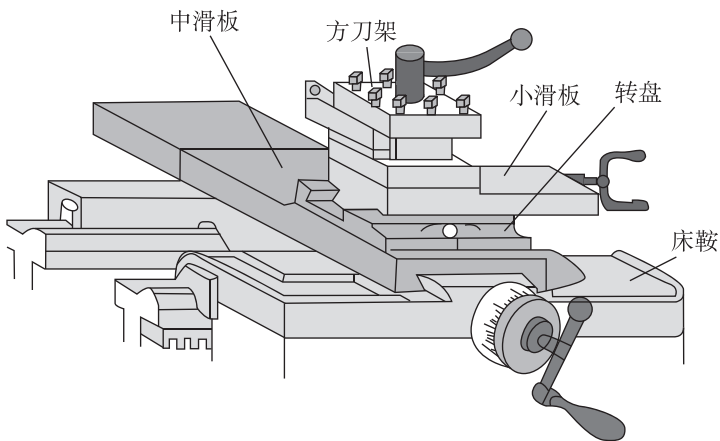

图 1-8 方刀架
(1) 方刀架：它固定在小滑板上，可同时装夹四把车刀；松开锁紧手柄，即可转动方刀架，把所需要的车刀更换到工作位置上。主要用来夹持车刀并使其做纵向、横向或斜向进给运动。如图 1-8 所示。